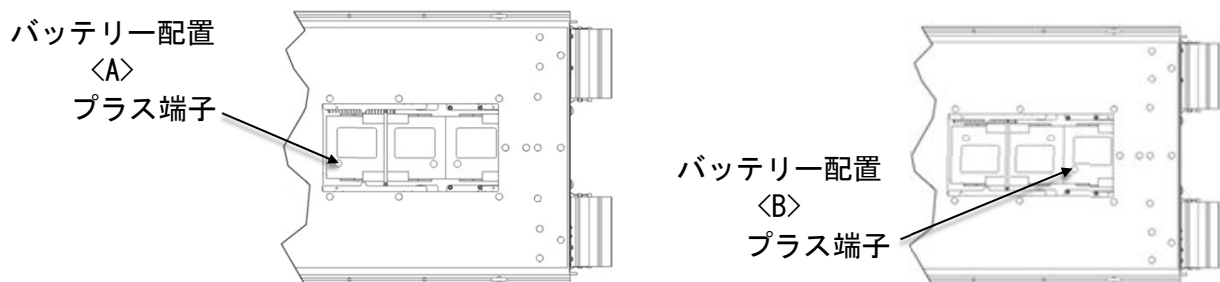

図5. バッテリーケーブルの取り付け/取り外し位置
2. バッテリーハッチ内にあるバッテリーのプラス端子を取り外し、赤いバッテリーケーブルを取り付ける。その際、工具等を使用して緩みがない様、取り付ける。(図5参照)